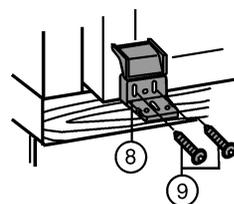

Fig. 14
- ▶ Avvitare la squadra di plastica Fig. 14 (8) con le viti M5 Fig. 14 (9) all'apparecchio, lato maniglia.